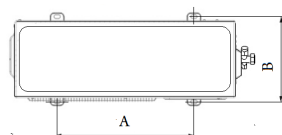

Рис.2.27
• Установочные размеры наружных блоков (рис.2.27)